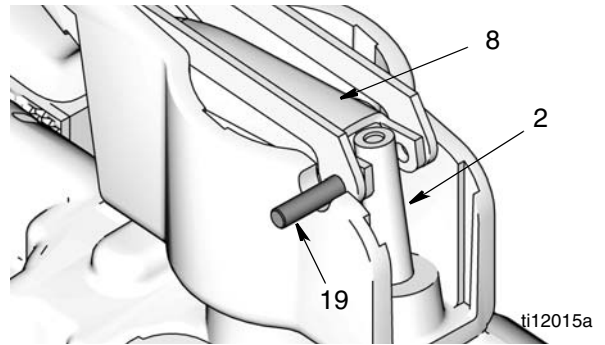

FIG. 44
4. Retournez le compteur et placez-le dans un étau. Alignez les trous de la gâchette (8) avec les trous de la tige de déclenchement (2). Utilisez la vieille tige de déclenchement ou une tige ou une goupille non-métallique pour pousser la tige de déclenchement vers le haut et hors du boîtier de compteur (FIG. 44) assez loin pour voir le trou où devra se glisser la broche (19) ; toutefois, **n'installez pas la broche à cette étape.**
5. Installation de la gâchette (8) (FIG. 44). Pousser la broche (19) à travers les trous de la gâchette et de la tige de déclenchement.